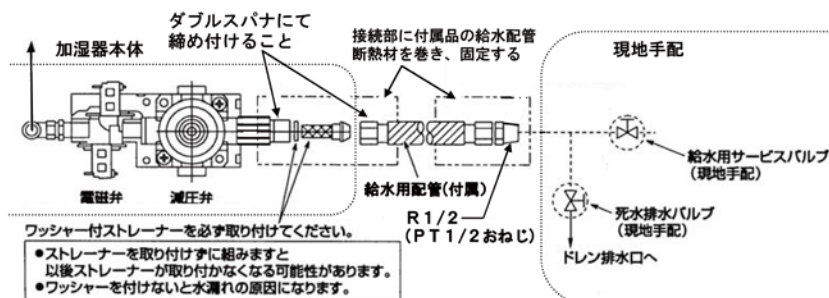

図 9
- 加湿器本体の給水口に付属品の給水用配管を接続してください。（図 9）
- 図 9 を参考に現地手配の給水配管等を接続してください。
- 水漏れが無ければ、給水用配管の接続部に付属品の給水配管断熱材を巻きつけてクランパー等（現地手配）で固定してください。（図 9）